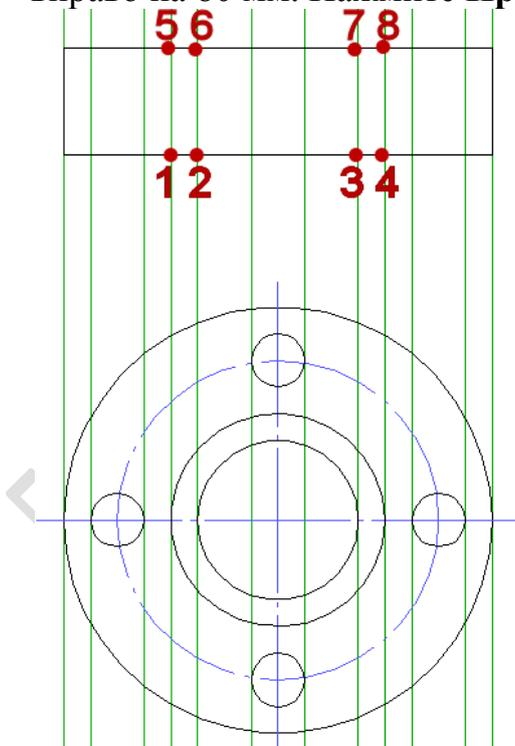

Рисунок 6. Построение главного вида.
10. Притянитесь курсором к точке **1** (рис. 6) и щелкните левой кнопкой мыши.